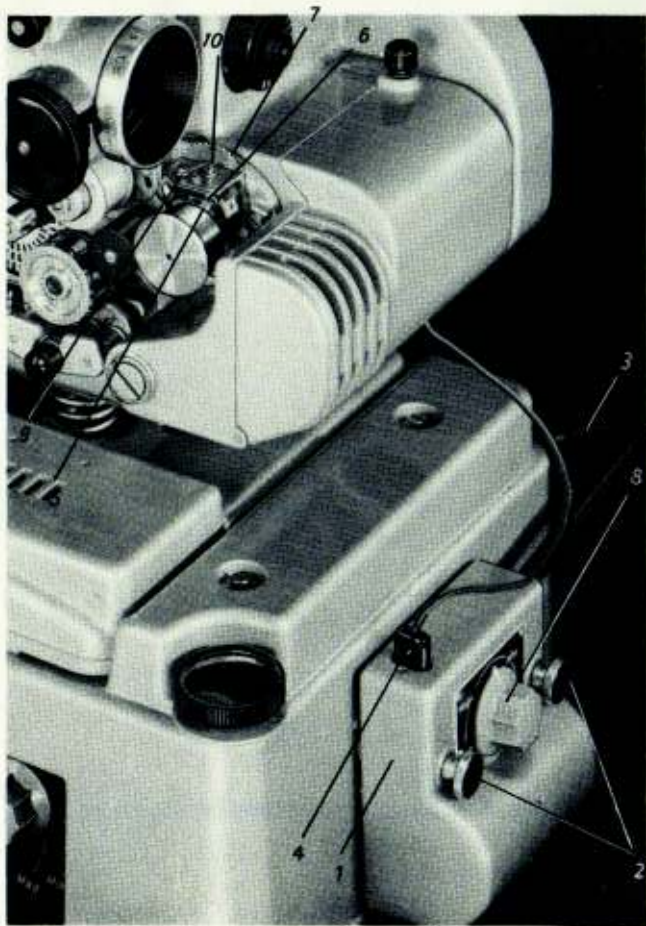
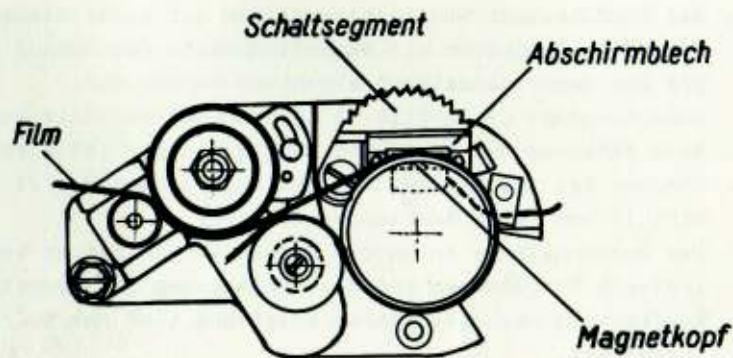

Bild 1
Bild 2
3. Umschaltknopf (8 in Bild 1) des Umblendkastens auf "Magnetton" stellen.
Bei Verwendung eines Mikrofons wird der Mikrofonstecker mit den Steckbuchsen des Umblendkastens verbunden und der Umschaltknopf (8 in Bild 1) auf "Mikrofon" geschaltet.
1. Ist der Magnetabstastkopf stark abgenutzt, so daß er an der Magnettonspur nicht mehr anliegt, so wird durch Lösen der Schraube (9 in Bild 1) und Verstellen des Gewindestiftes (10 in Bild 1) der Andruck des Abstastkopfes neu eingestellt. (Siehe auch Smf Ans 506/1, Blatt 5)
2. Bei Vorführungen von Lichttonfilmen auf einem Siemens-Tonschmalfilm-Projektor mit Magnettonzusatz ist darauf zu achten, daß der Magnetabstastkopf abgehoben werden muß. Schaltsegment (7 in Bild 1) in Richtung Objektiv betätigen.
3. Beim Abnehmen des Projektors vom Verstärker ist zuerst der Stecker der Anschlußleitung des Magnetabstastkopfes (4 in Bild 1) vom Umblendkasten zu trennen.
1. Umblendkasten (1 in Bild 1) an der vorbereiteten Stelle der Stirnseite des Verstärkers mittels Rändelschrauben (2 in Bild 1) befestigen.
2. Anschlußleitung des Umblendkastens (3 in Bild 1) mit Mikrofonanschlußdose des Verstärkers verbinden.
4. Anschlußleitung des Magnetabtakopfes (4 in Bild 1) mit Steckerbuchsen des Umblendkastens verbinden.
1. Film einlegen wie beim Lichtton - jedoch darauf achten, daß der Film zwischen Magnetkopf (5 in Bild 1) und dem darüber befindlichen Abschirmblech (6 in Bild 1) läuft (siehe Bild 2).
2. Durch Betätigung des Schaltsegmentes (7 in Bild 1) in Projektionsrichtung bis zum Anschlag - Magnetabtakopf in Arbeitsstellung bringen.